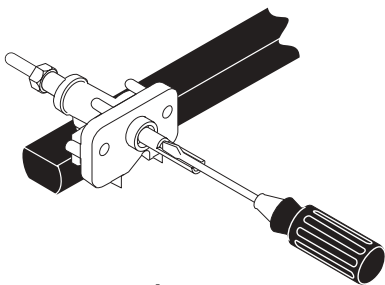

Figure 6
4. Réglez la position LOW des robinets des brûleurs de surface (voir Figure 6)